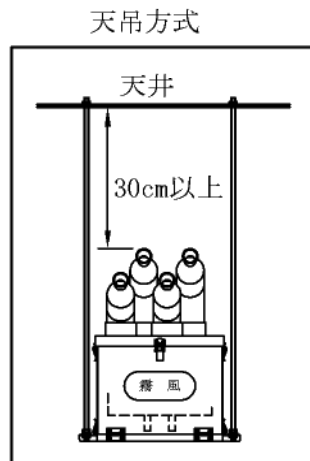
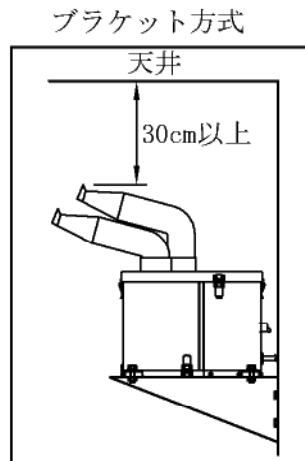
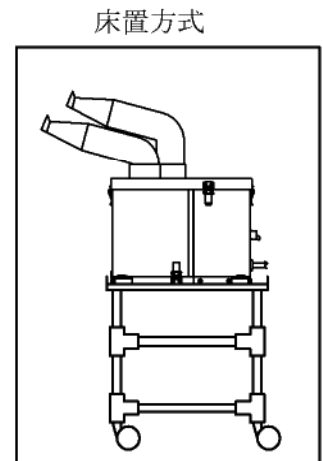

図 4
図 5
図 6
①加湿器本体の取付(図4～6)
加湿器本体に給水された状態で重量が12kgになりますので、それに耐えられる取付場所と適正な取付金具の選定を行ってください。天吊方式(図4)の場合には吊りボルトを、ブラケット方式(図5)ではブラケットを、床置き方式(図6)ではラック等を準備してください。